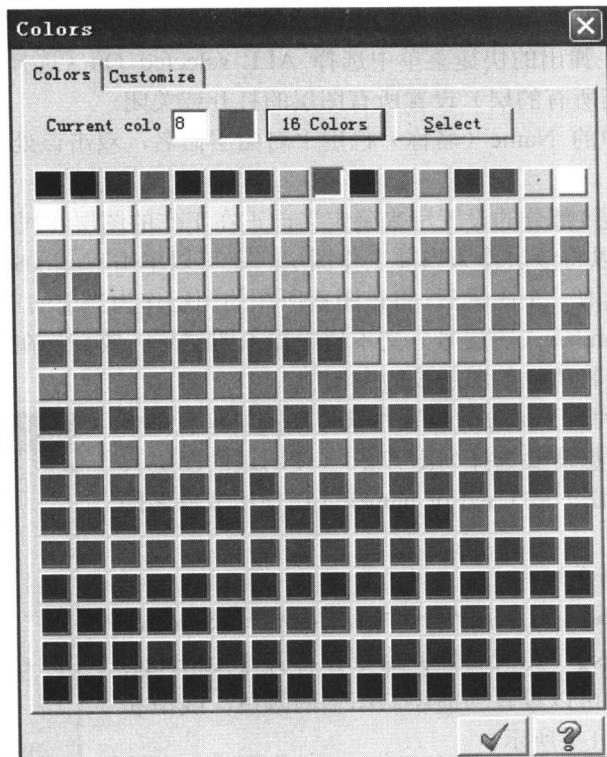
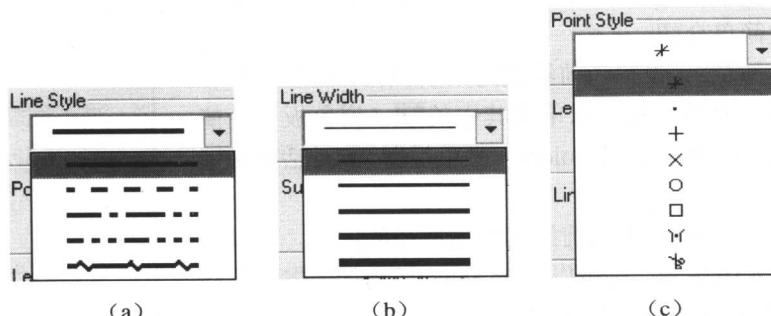

图 1-6
图 1-7
(1) Color(颜色)：设置当前绘制的图素颜色，可以直接在文本框中输入颜色号码，也可以单击其中的 (调色板)功能按钮，调出如图 1-6 所示的【Colors(颜色设置)】对话框来选择颜色。
(2) Level(图层)：设置当前绘制图素所在的图层，可以直接在文本框中输入图层号，也可以单击 Select(选择)按钮打开【Levels(图层)】对话框来选择图层。
(3) Line Style(线型)：设置当前绘制图素所用的线型，可以直接从下拉列表中选择。系统提供的 5 种线型如图 1-7(a)所示。
(4) Line Width(线宽)：设置当前绘制图素所用的线宽，可以直接从下拉列表中选择。系统提供的 5 种线宽如图 1-7(b)所示。
(5) Point Style(点样式)：设置当前作图的点样式，可以直接从下拉列表中选择。系统提供了 8 种点样式，如图 1-7(c)所示。